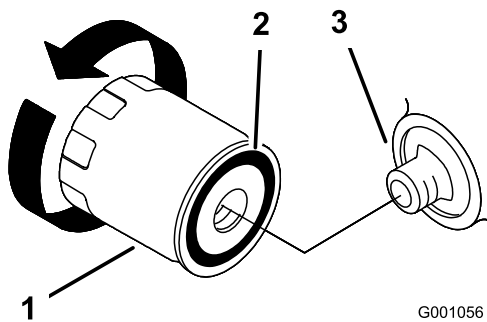

Bild 23
2. Entfernen Sie den Altfilter und wischen die Dichtfläche am Anbaustutzen (Bild 23) ab.
3. Ölen Sie die Gummidichtung am Ersatzfilter leicht mit Frischöl ein (Bild 23).
4. Montieren Sie den Ersatzölfilter am Filterstutzen. Drehen Sie den Ölfilter nach rechts, bis die Gummidichtung den Filterstutzen berührt. Ziehen Sie den Filter dann um eine weitere 2/3 oder ganze Drehung fest (Bild 23).